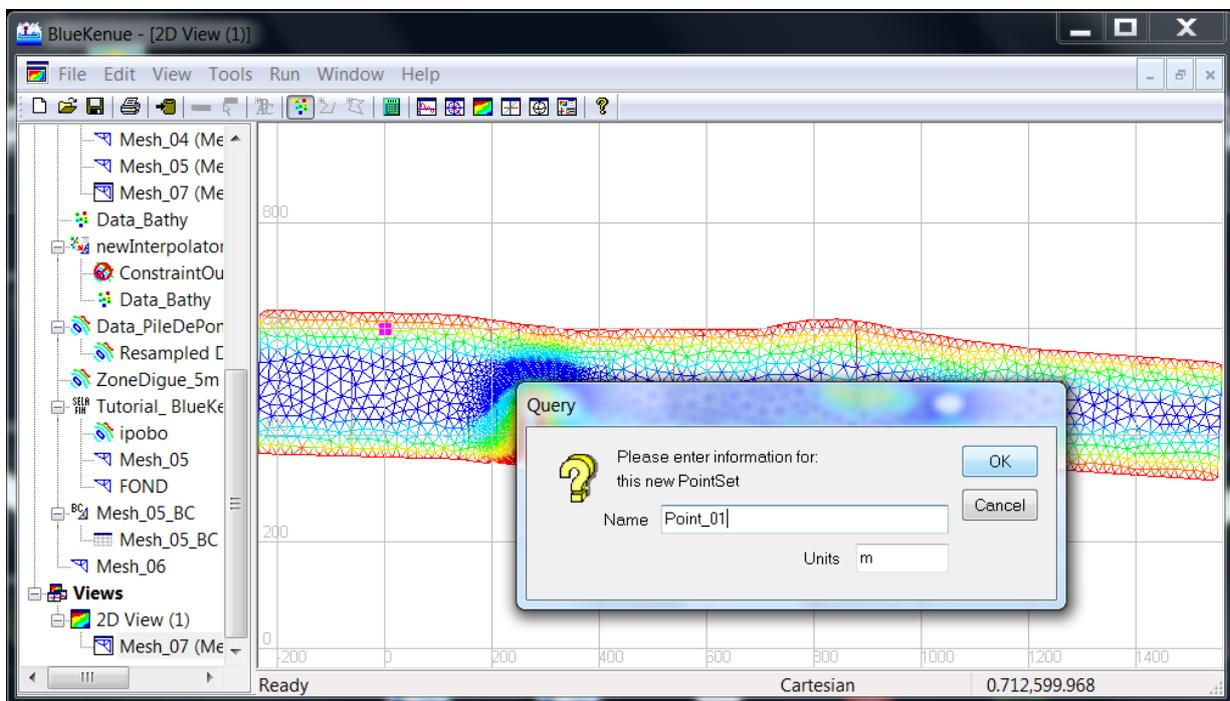

FIGURE 2.3 – Création d'un Point
- Dans la fenêtre renseignez le nom du point **POINT\_01** et l'unité **m**, validez sur **OK** (Fig. 2.3)